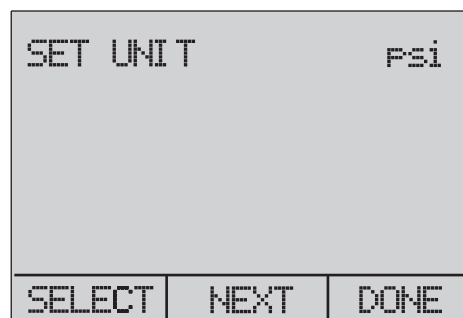

图 31.设置单位屏幕
5. 利用 "SELECT" (选择) 滚动到 "UNIT" (单位) 选项, 然后选择 "NEXT" (下一步) 继续操作。请参见图 31。